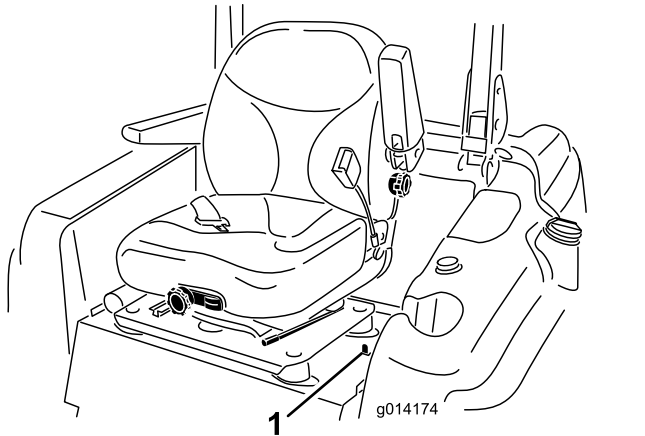

Bild 16
1. Bewegen Sie den Hebel auf der linken Seite des Sitzes nach hinten, um den Sitz zu entriegeln, und ziehen Sie den Sitz oben nach vorne (Bild 16).